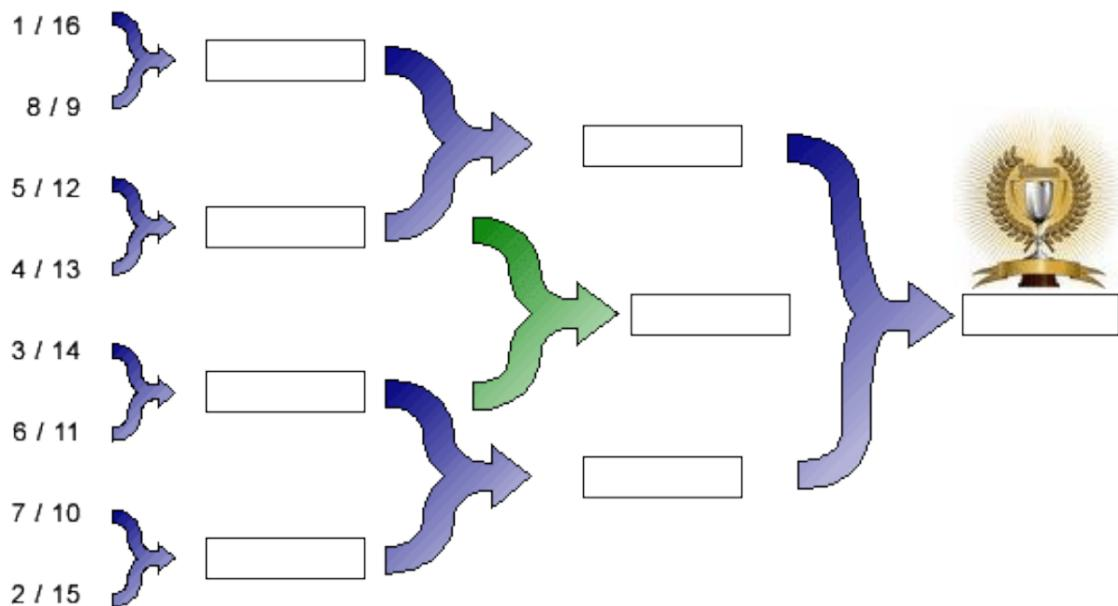

FIGURE 15 – Exemple de schéma de la phase finale
Chaque équipe vainqueure de son match de barrage sera intégrée au tableau principal de la phase finale de la rencontre (B). À l'issue de la phase de barrage, l'arbre de la phase finale de la rencontre (B) présenté Figure 15 pourra être revu afin de représenter plus fidèlement le niveau de chaque équipe.